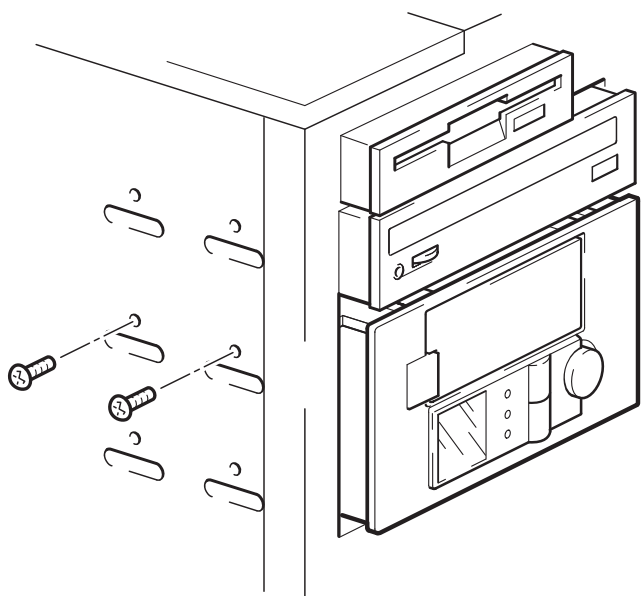

图 10b: 固定自动装载机，没有装配件
- 1 固定自动装载机。请检查机架上的小孔与自动装载机侧面的小孔是否对齐，并使用与导轨套件一起提供的螺钉拧紧磁带机，如图 10b 所示。